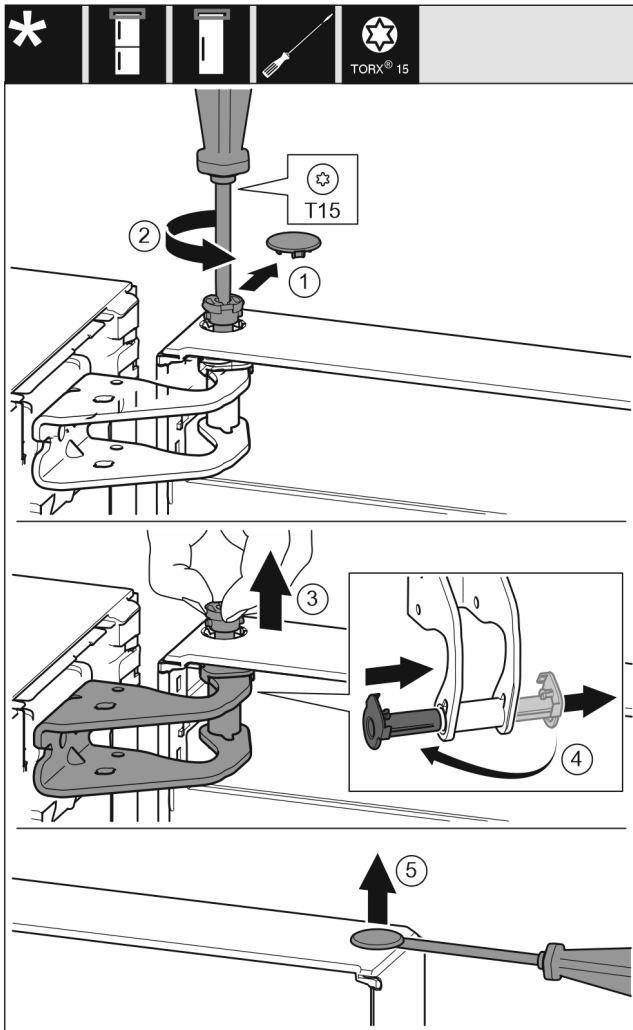

Fig. 7
- ▶ Ta försiktigt av blindlocket. Fig. 7 (1)
- ▶ Skruva ut bulten en bit med torxskruvmejsel T15. Fig. 7 (2)
- ▶ Håll fast dörren och dra ut bulten med fingrarna. Fig. 7 (3)
- ▶ Dra ut lagerbussningen ur hålen. Sätt in den från den andra sidan så att den går i lås med ett klick. Fig. 7 (4)
- ▶ Bänd försiktigt upp pluggarna från dörlagerbussningen med en spårskruvmejsel och dra ut dem. Fig. 7 (5)